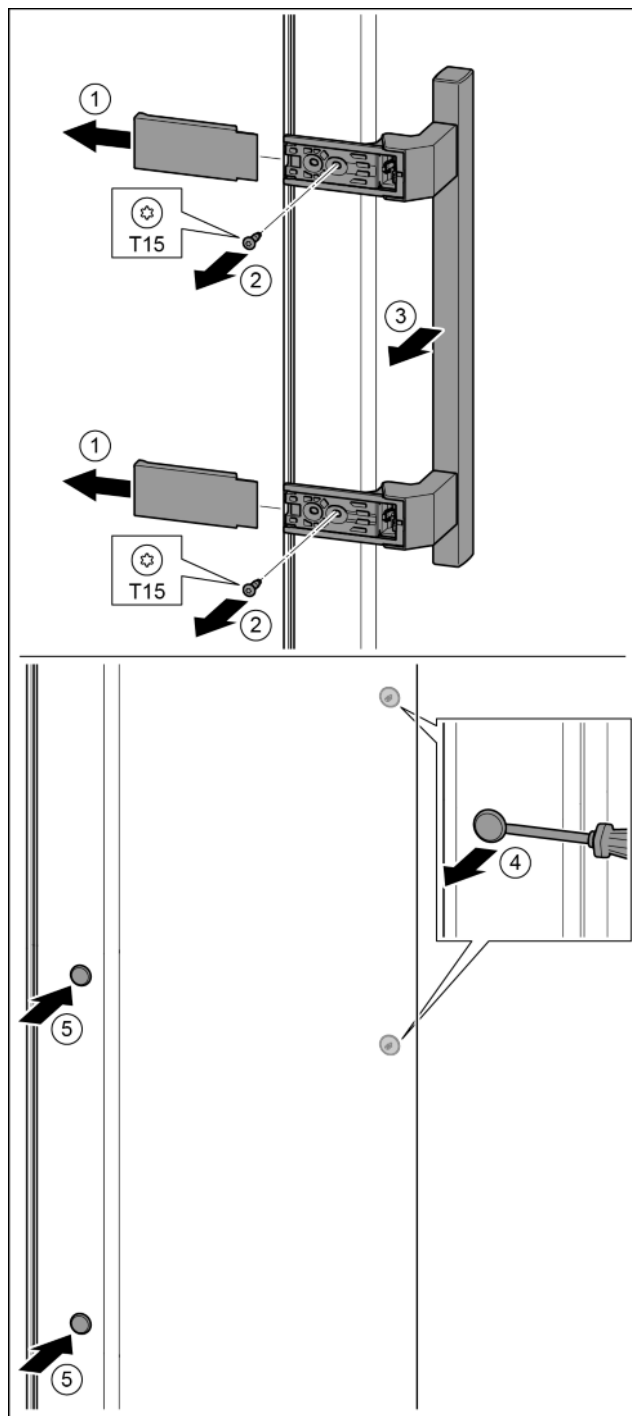

Fig. 17
- Zdjąć osłonę. Fig. 17 (1)
- Śruby wykręcić przy pomocy śrubokręta T15. Fig. 17 (2)
- Zdjąć uchwyt. Fig. 17 (3)
- Boczną zatyczkę ostrożnie podważyć przy pomocy śrubokręta i wyjąć. Fig. 17 (4)
- Zatyczkę założyć ponownie z drugiej strony. Fig. 17 (5)